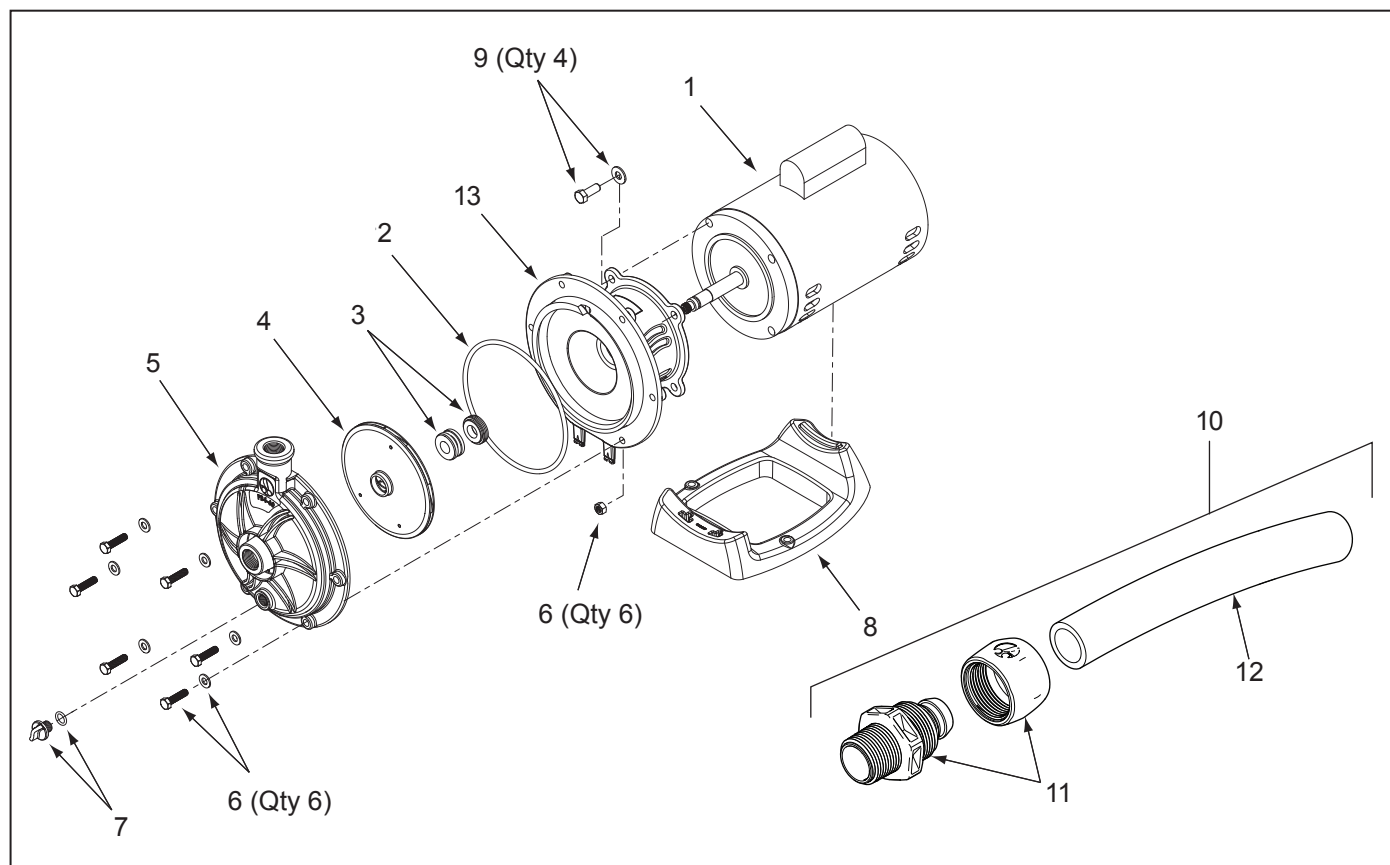

Figure 11. Vue éclatée de la pompe de surpression Polaris PB4-60.
3. Enlever les quatre (4) vis de 9/16 po et retirer le moteur.
**REMARQUE** Avant d'enlever la plaque arrière, noter l'alignement de la plaque arrière du moteur. L'étiquette est orientée vers le haut. Voir figure 11.
5. Remettre les quatre (4) boulons et rondelles en tenant en place la plaque arrière et le moteur.